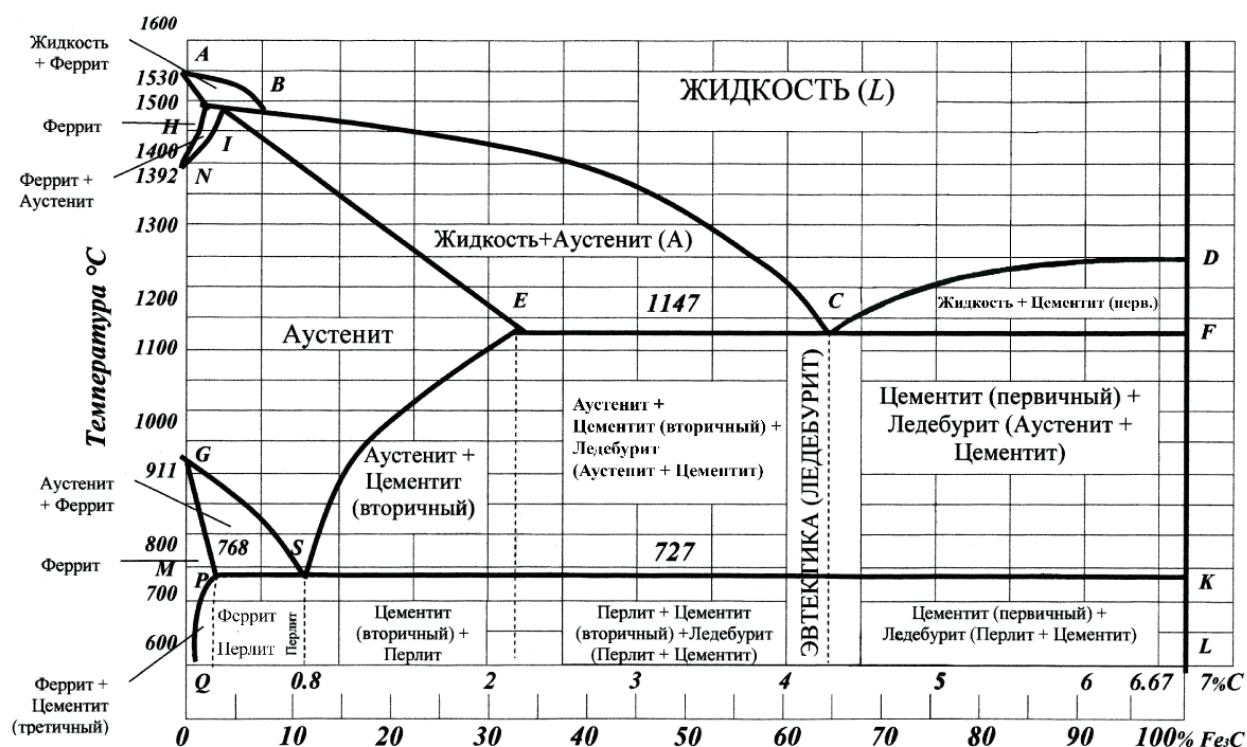

Рис. 1. Диаграмма состояния «Железо-Цементит»
2. На листе формата А4 вычертить диаграмму состояния Fe-Fe₃C (рис. 1). Обозначить структурные составляющие во всех областях диаграммы и описать какие структурные и фазовые превращения будут происходить при медленном охлаждении из жидкого состояния сплава.